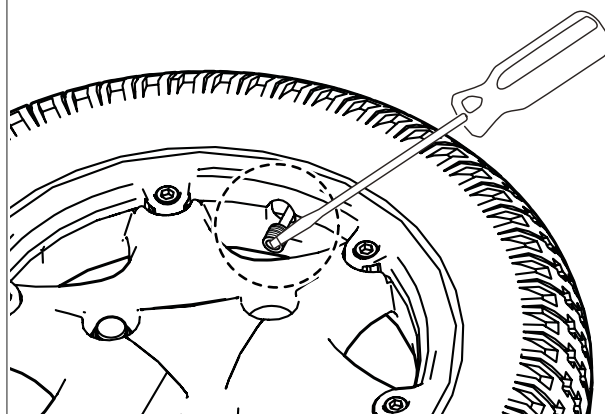

Fig. 8.5
- De seks tapskruer i fælgen skal løsnes/spændes i den viste nummerorden (Fig. 8.5).
- Brug en 5,0 mm unbrakonøgle til at udløse/stramme klemmerne. (Fig. 8.5).
- Stram klemmerne i den rækkefølge, der vises i Fig. 8.5, og pas på ikke at klemme slangen.